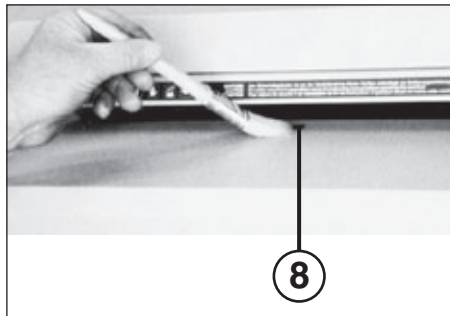

Рис. 4
8 = световой затвор (прямой ход) (рис. 4)
ЧИСТКА ФОТОЯЧЕЕК (8) (рисунок 4):